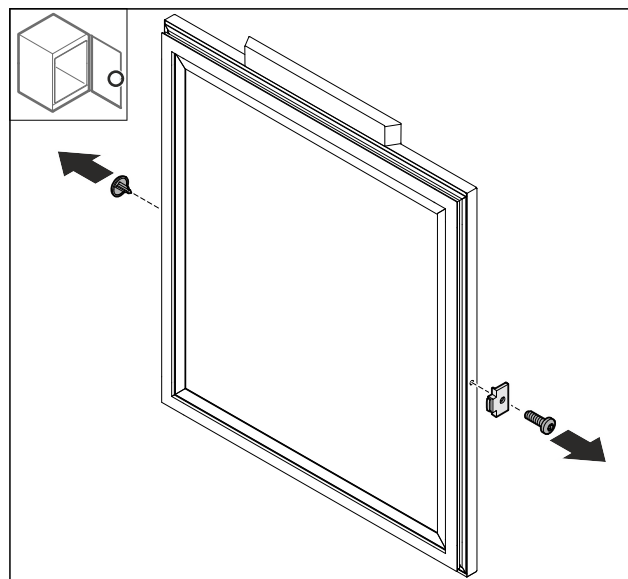

Fig. 15
- Afdekking Fig. 15 (1) verwijderen.
- Deurstopper Fig. 15 (2) demonteren.